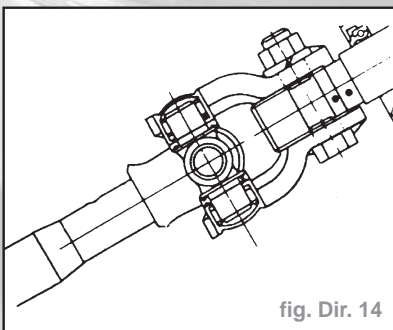

fig. Dir. 14
- Reposer la boîte de direction du cadre de châssis et à l'accouplement. En cas de dépose, les repères apportés doivent coïncider (fig. Dir. 14).